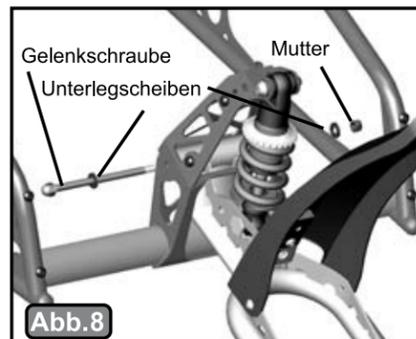

Abb. 8
E) Die Gelenkachse muss mit den Schraubenlöchern des Gelenks im Stoßdämpfer ausgerichtet werden. Diese befinden sich über und vor den Sichtfenstern in den Seiten des Stoßdämpfers. Die Passung zwischen der Gelenkachse und dem Stoßdämpfer ist eine feste Verbindung, weshalb es einigen Aufwand erfordert, das Gelenk in seine Stellung zu bringen. Hierzu auf die Rückseite des Schwingarms drücken und die Gelenkachse mit den Löchern des Gelenksbolzens ausrichten (siehe Abb. 8). Anschließend den Gelenkbolzen und die Unterlegscheiben anbringen (Abb. 8) und mit zwei 10-mm-Schraubenschlüsseln auf 70 cm-kg (60 in-lb) festziehen.